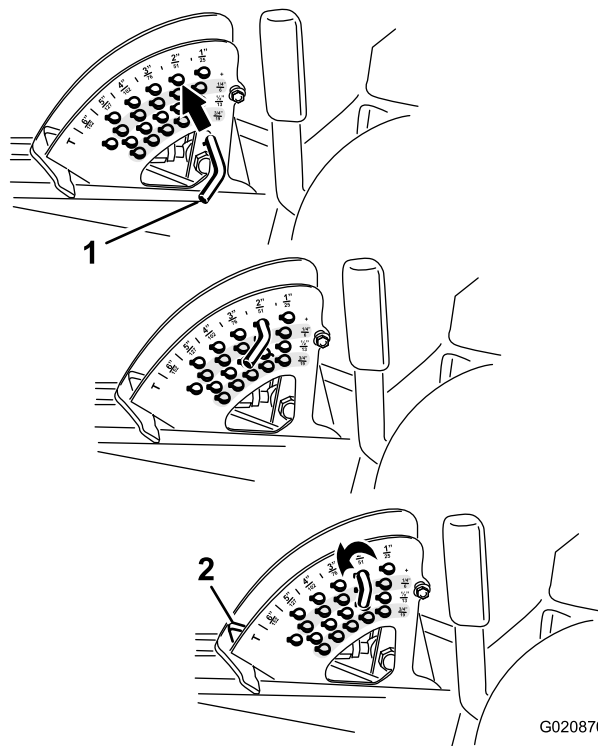

Рисунок 20
высоты скашивания и вставьте стопорный штифт в положение высоты скашивания 15 см (Рисунок 20).
2. Чтобы отрегулировать высоту скашивания, поверните стопорный штифт так, чтобы его выступы совпали с прорезями в отверстиях кронштейна высоты скашивания, и извлеките штифт (Рисунок 20).
3. Выберите отверстие в кронштейне высоты скашивания, соответствующее необходимой высоте скашивания, вставьте штифт и, нажимая на него, поверните так, чтобы он зафиксировался в отверстии (Рисунок 20).
Примечание: В кронштейне есть четыре ряда отверстий (Рисунок 20). Верхний ряд дает вам высоту скашивания, указанную над штифтом. Второй ряд дает вам указанную высоту скашивания, плюс 6 мм. Третий ряд дает вам указанную высоту скашивания, плюс 12 мм. Четвертый ряд дает вам указанную высоту скашивания, плюс 18 мм. Для положения 15,2 см есть только одно отверстие, расположенное во втором ряду. Это положение соответствует высоте скашивания 15,2 см, и к нему не добавляется 6 мм.